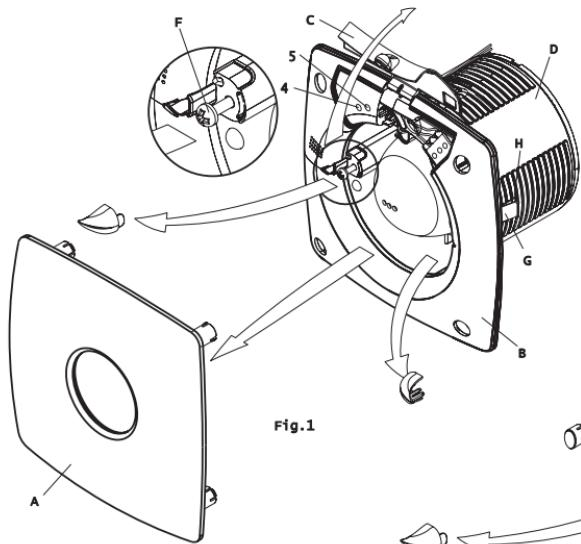

Fig.1
Para quitar la tapa frontal (A) tirar de la tapa hacia fuera. X-MART (Fig. 1), X-MART MATIC (Fig. 2)
Zum Abnehmen der Frontabdeckung (A) die Abdeckung nach vorne abziehen. X-MART (Fig.1), X-MART MATIC (Fig.2). Legen Sie das Entladungsrohr (D) in das Loch in der Wand, der Decke bzw. der Mauer, durch die die Luft abgeführt werden soll. Befestigen Sie die Basis des Gehäuses (B) mit den im Lieferumfang inbegriffenen Dübeln und Schrauben. Man kann sie auch mit den 2 (Quickfit), und der Innenseite der Decke befestigen, indem man die Schrauben (F) lockert, damit die Keile (G) in der Unterbringung (H) versteckt liegen und in das Rohrinnere eingeführt werden können. Ziehen Sie dann die Schrauben fest, bis die Keile (G) dafür sorgen, daß der Abzug fest am Entladungsrohr befestigt ist.
Pour enlever le couvercle frontal (A), tirer le couvercle vers l'extérieur. X-MART (Fig.1), X-MART MATIC (Fig.2).